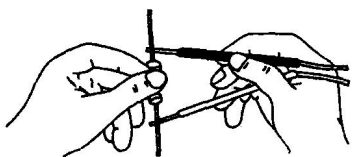

图 1-1-2 电阻正确测法
(5) 用万用表“ $R \times 10$ ”档测电阻  $R_2$ 、 $R_1$  的阻值,并作记录。 $R_1 =$  \_\_\_\_\_  $\Omega$ ,  $R_2 =$  \_\_\_\_\_  $\Omega$ 。正确测法见图 1-1-2,注意人体电阻不能并接在电阻两端。